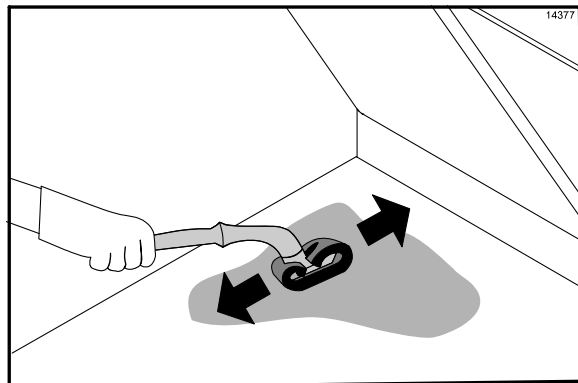

Рисунок 55
38. Слегка протрите поверхности нижней плиты с помощью губки, чтобы вся грязь растворилась в моющем растворе. На трудноудаляемых участках нанесите дополнительное количество моющего раствора и слегка протрите их. (См. рис. 55)